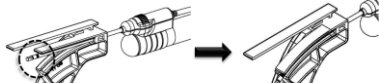

Figura 2
- Compruebe que la más ancha de las dos bandas negras de la cámara sobrepasa el extremo de la lengüeta para curvar antes de proceder al curvado (*Figura 2*). Si dicha banda no sobrepasa el extremo de la lengüeta, es posible que la pieza de mano no funcione correctamente tras curvarla.
**NOTA:** La punta de la cámara para las piezas de mano 15 ga, 10 cm y 13 ga, 10 cm no sobrepasa la lengüeta para curvar, tal y como se muestra en la *Figura 2*. Solo tiene que insertar estas piezas de mano por completo (hasta que ya no se pueda más) en la herramienta para curvar antes de proceder al curvado.